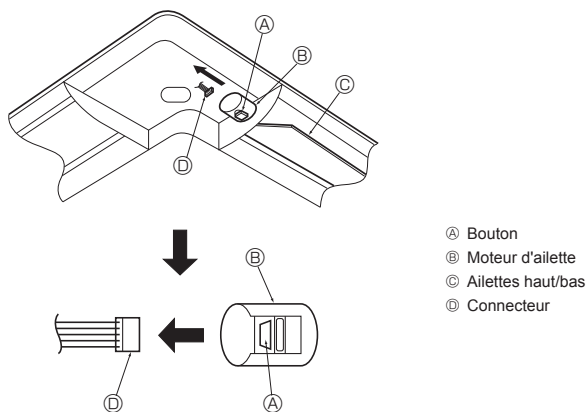

Fig. 10-16
10.4. Verrouillage de la direction haut/bas du flux d'air (Fig. 10-16)